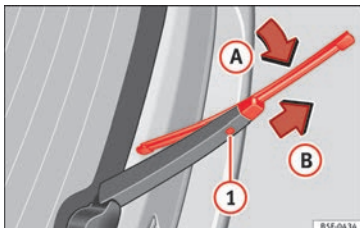

Fig. 82 Substituição da escova do vidro traseiro.
- Rode ligeiramente a escova » **Fig. 82** (seta **A**).